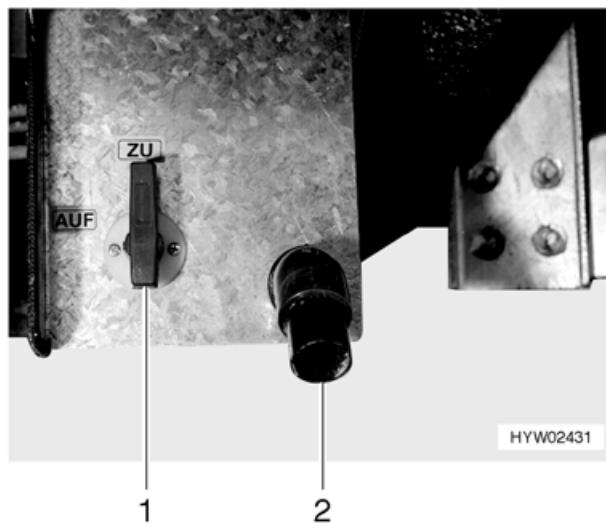

Bild 96 Bedienhebel und Ablaufrohr des Abwassertanks
Für die Abwasserentsorgung befinden sich je nach Modell auf der linken oder rechten Fahrzeugseite ein Ablasshahn und ein Ablaufrohr (Bild 96,2) für den Abwasserschlauch. Der Abwasserschlauch (Serie) befindet sich im Gas- kasten und kann als Verlängerung auf das Ablaufrohr (Bild 96,2) gesteckt werden.
- Zum Öffnen des Ablasshahns den Bedienhebel (Bild 96,1) eine viertel Umdrehung entgegen dem Uhrzeigersinn drehen. Der Bedienhebel steht waagrecht.